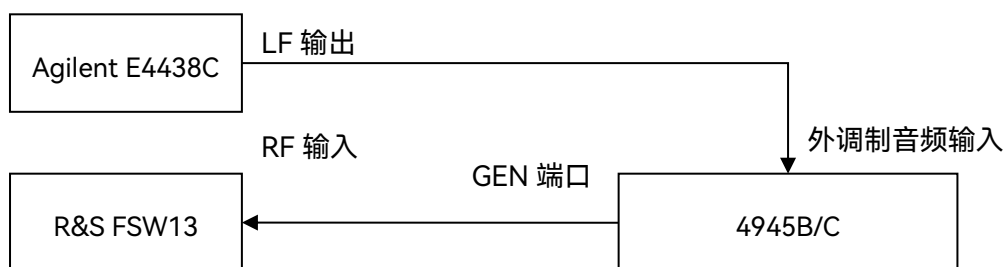

图 7.9 射频信号发生外部模拟调制特性测试框图
- (1) 如图 7.9 连接测试仪器, 设置 4945B/C 为射频发射模式, 输出频率 1.05GHz, 幅度-10dBm; 选择调制格式为 FM; 调制源选择外音频, 频偏 100kHz; 设置频谱分析仪为模拟解调模式, 打开 FM 解调窗口, 设置中心频率为 1.05GHz, 解调带宽
(1) 如图 7.9 连接频谱分析仪的 RF 输入和 4945B/C 的 GEN 端口，设置 4945B/C 为射频发射模式，输出频率 1.05GHz，幅度-10dBm，调制格式 BPSK，码元速率 1MHz，滤波器 RRC， α 因子 1.0，数据源 PN9；
(2) 设置频谱分析仪为 VSA 矢量信号分析模式，解调格式 BPSK，码元速率 1MHz，滤波器 RRC， α 因子 1.0；将 EVM 实测值记入表格 A.1 相应空格处；EVM 实测值应 $\leq 2\%_{rms}$ 。
(3) 改变 4945B/C 的调制格式为 QPSK，码元速率 5MHz，滤波器 RC， α 因子 1.0；